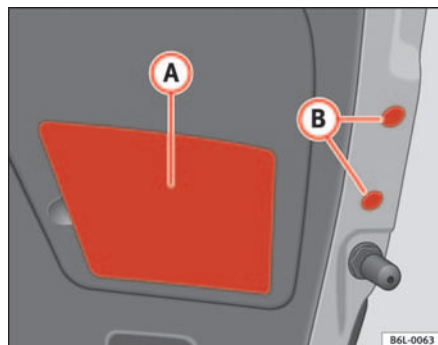

Fig. 155 Feu arrière dans le hayon
- Placer les bouchons (B) et le cache en plastique (A) ⇒ fig. 155.